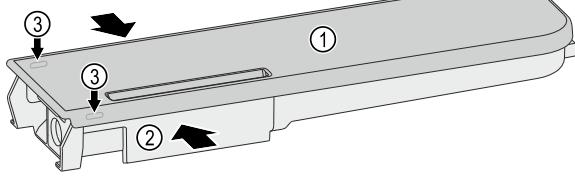

Fig. 151
- Wasserbehälter Fig. 151 (2) zusammendrücken und Deckel Fig. 151 (1) vorsichtig über die Rastnasen Fig. 151 (3) heben und hochziehen.
- Deckel Fig. 151 (1) leicht hin- und herbewegen und nach oben entnehmen.